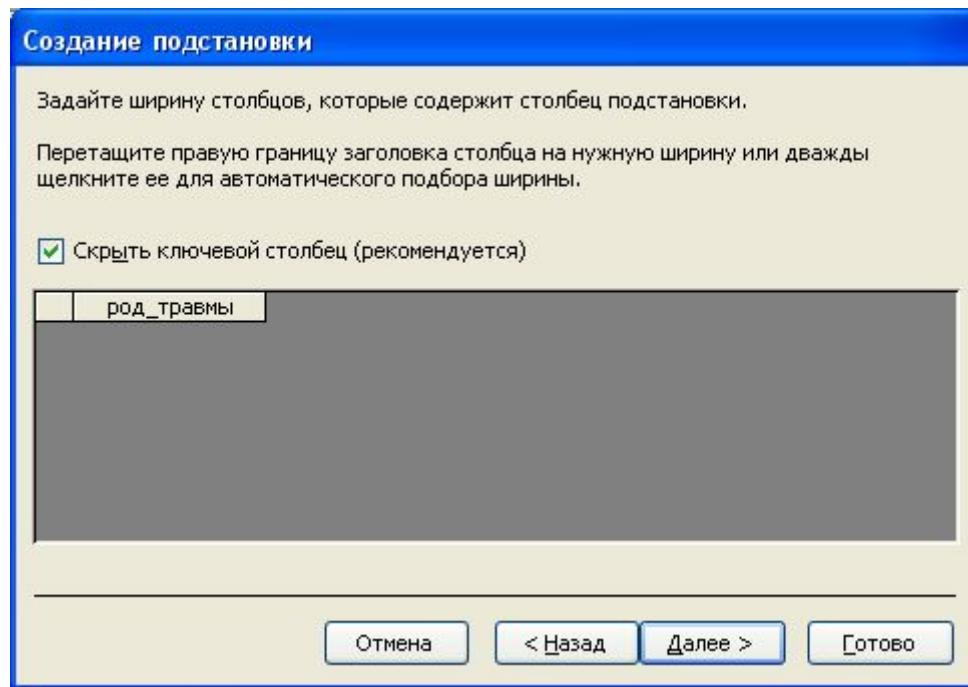

Рис. 2.6 - Вікно створеної підстановки в Майстрі Підстановок
6. З'явиться вікно, показане на рис. 2.6, у якому клацнути по кнопці